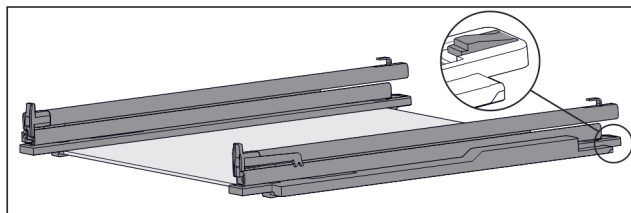

Fig. 197 Skleněná deska s koležnicí a přídržnými díly
- ▶ Přídržný díl vzadu stlačte dolů (viz Fig. 197) a současně zasuňte koležnicu dozadu.